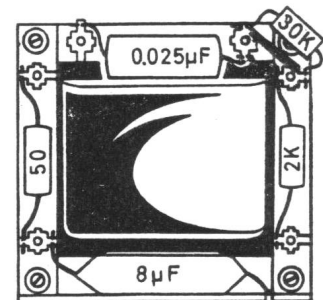

Abb. 8
- Bei 24 V Kurzschlußbrücke über 30 k $\Omega$  herauskneifen (Abb. 8 und 9).